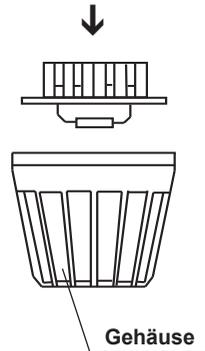

Abb. 8
3. Führen Sie die Fühlerkabel durch das gebohrte Loch und schließen Sie die Fühlerleitung gemäß Abb. 8 an.